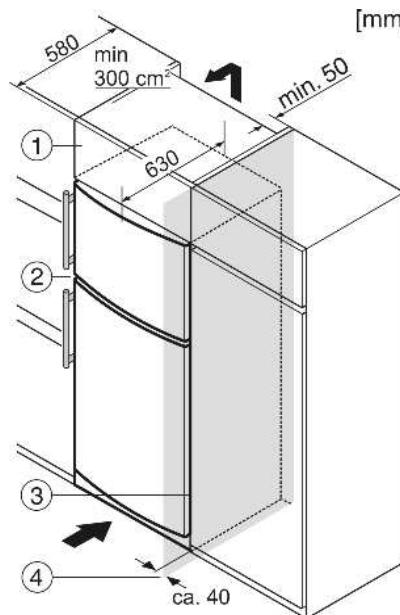

Fig. 6
- (1) Дополнительный шкафчик
(2) Устройство
(3) Кухонный шкаф
(4) Стенка
Устройство может быть окружено предметами кухонной обстановки. Чтобы уравнять устройство *Fig. 6* (2) по высоте с кухонной стенкой, можно установить над устройством соответствующий дополнительный шкафчик *Fig. 6* (1).
При комбинировании с обычными кухонными шкафами (глубина макс. 580 мм) устройство можно установить непосредственно рядом с кухонным шкафом *Fig. 6* (3). Дверь устройства выступает по сторонам на 34 мм и по центру устройства на 50 мм относительно передней стенки кухонного шкафа. Поэтому ее можно свободно открывать и закрывать.
Если устройство установлено на шарнирах у стены *Fig. 6* (4), то расстояние между устройством и стеной должно быть не менее 40 мм. Настолько выступает ручка при открытой дверце.